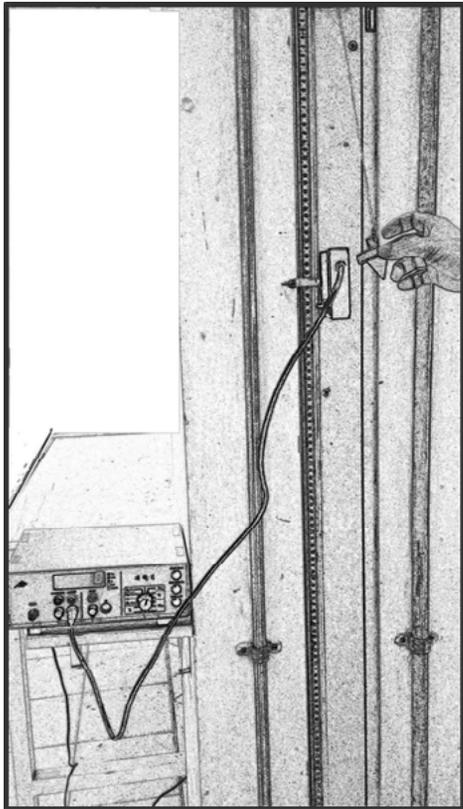

Figura 6.2 Montaje péndulo simple
1. Ate una masa m a un péndulo de longitud mayor a un metro como indica la figura 6.2 de la guía. Con un ángulo no superior a 10° , determine el tiempo que se demora para realizar 10 oscilaciones completas. Si está empleando el sensor tome sólo 4 medidas del periodo. Lleve sus datos a la tabla 6.1 de la cartilla.
3. Calcule el periodo (T) del movimiento en cada caso y anote estos valores en la tabla 6.1 de la cartilla.